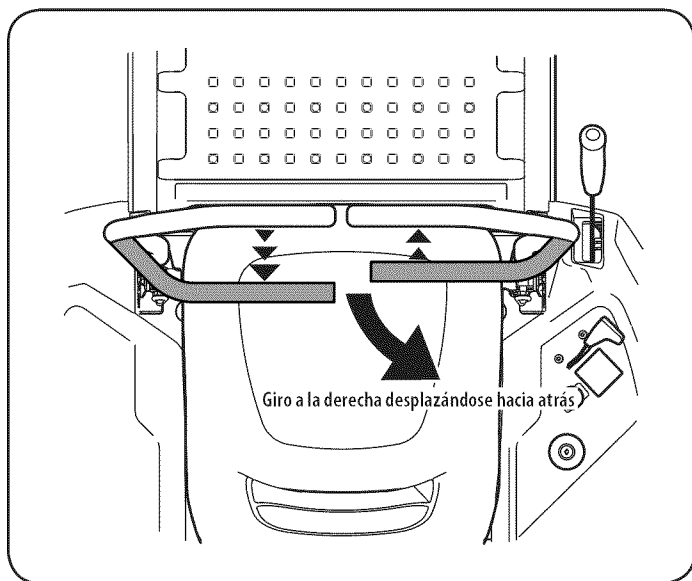

Figura 18
3. Para girar a la derecha mientras se desplaza marcha atrás, mueva la palanca de control del lado derecho hacia adelante respecto de la palanca izquierda. Vea la Figura 18.